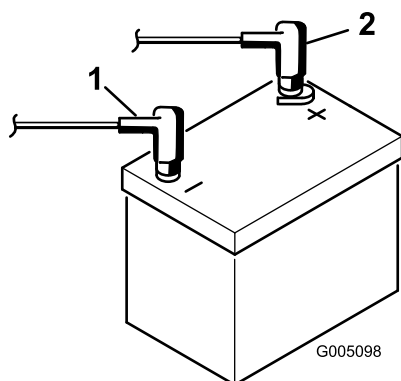

図 6
9. 赤いプラスケーブルをバッテリーのプラス端子に、黒いマイナスケーブルはバッテリーのマイナス端子にはめ、ボルトとナットで固定する 図 6。ショート防止のために端子にゴムキャップをかぶせる。